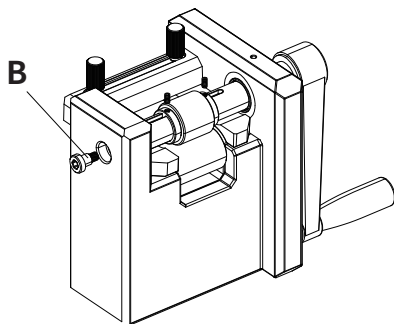

図12
7.図12に示すように、Pを使ってBをねじ込み、固定します。